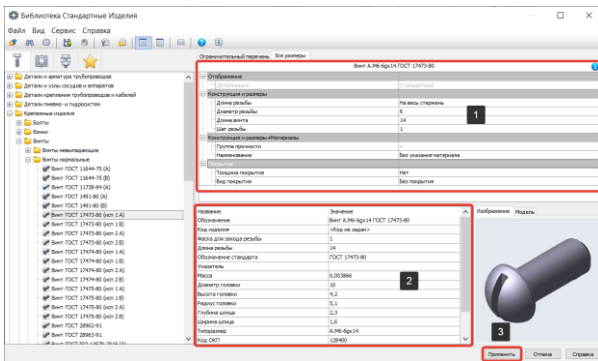
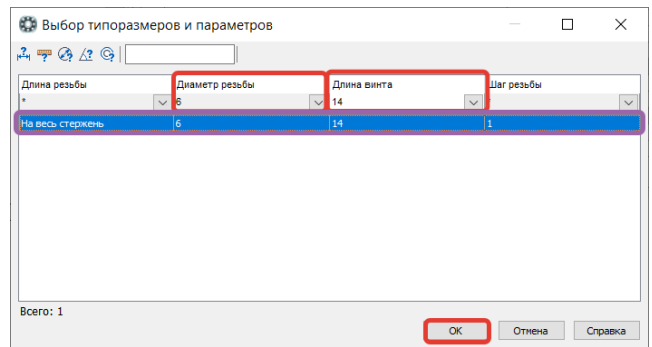

Рисунок 344 – Параметры элемента Винт
Рисунок 345 – Выбор типоразмеров и параметров
- В окне Параметры элемента (1) двойным щелчком по строке Диаметр резьбы откроем окно Выбор типоразмеров и параметров (Рисунок 344);
- В окне Выбор типоразмеров и параметров зададим диаметр винта 6 мм. и длину винта 14 мм. Из списка винтов выберем строку с соответствующими характеристиками и нажмем на кнопку ОК (Рисунок 345);
- После настройки типоразмеров винта (Рисунок 345) в окне атрибутов (2) отобразятся заданные значения. Для добавления элемента нажмем кнопку Применить (Рисунок 344);